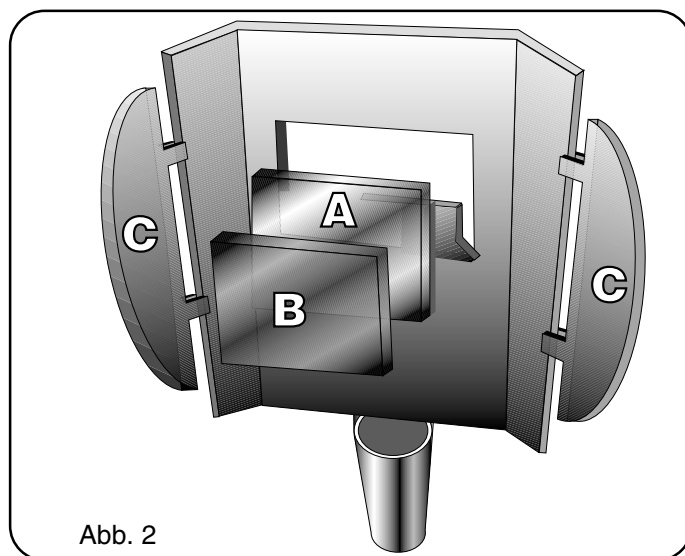

Abb. 2
Aus dem Spulenraum die ausgestatteten Gürtel (20) herausziehen und sie in die bestimmten Sitze hineinstecken. Das Schutzschild (mit CE-Kennzeichnung) mit einem farbigen (unaktinischen) und einem weißen Schutzglas ausstatten, wie in Abb. 2 gezeigt.